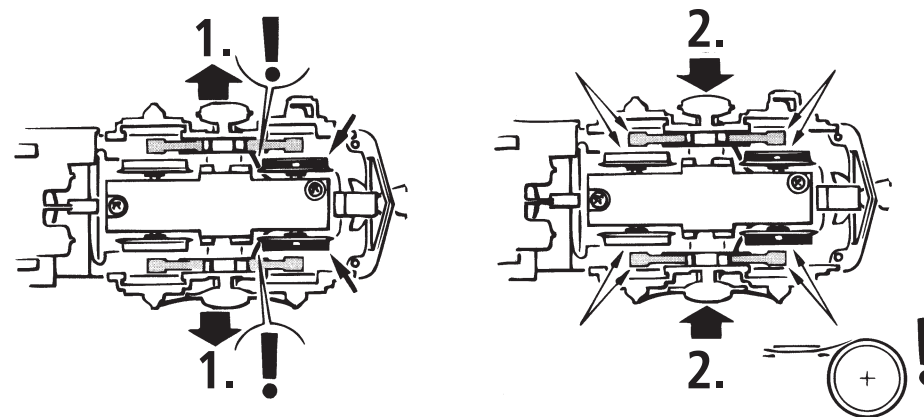

Fig. 4
**3. Change of traction tyre:** Remove the gear cover (fig. 4). Take out **wheel set** and remove **traction tyre** using a pin or a fine screwdriver (fig. 4). When pressing on the new traction tyre please **avoid twisting it**.
**3. Échange des bandages d'adhérence:** Démontez d'abord le **couvercle du carter des engrenages** des engrenages (fig. 4). Délogez ensuite les essieux bandagées et enlevez, à l'aide d'une aiguille ou d'un tournevis fin, les bandages d'adhérence (fig. 4). Lors du montage des nouveaux bandages veuillez veiller à ce que les bandages **ne soient pas tordu**.